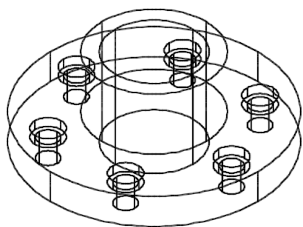

图 14-30 “组合”圆筒示例
8) 选择“编辑”面板→“并集”命令, 选择 $\phi 80$ 大圆柱和 $\phi 40$ 圆柱; 然后选择“编辑”面板→“差集”命令, 选择 $\phi 80$ 大圆柱为从中删除对象, 选取 6 组沉孔小圆柱和 $\phi 30$ 圆柱为被删除对象。结束命令如图 14-30 所示。